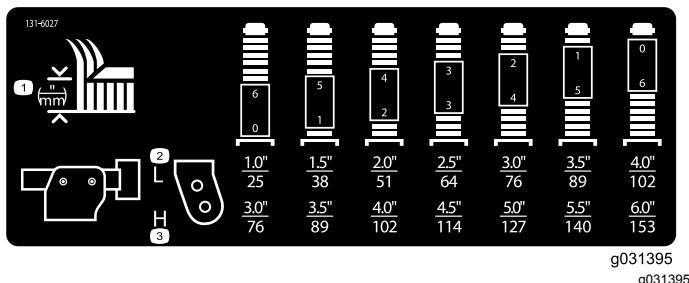

Bild 20
3. Stecken Sie die Laufradachsen in allen Laufradgabeln in die gleichen Löcher. Die richtigen Löcher für die jeweilige Schnitthöhe finden Sie in der Tabelle (Bild 20).